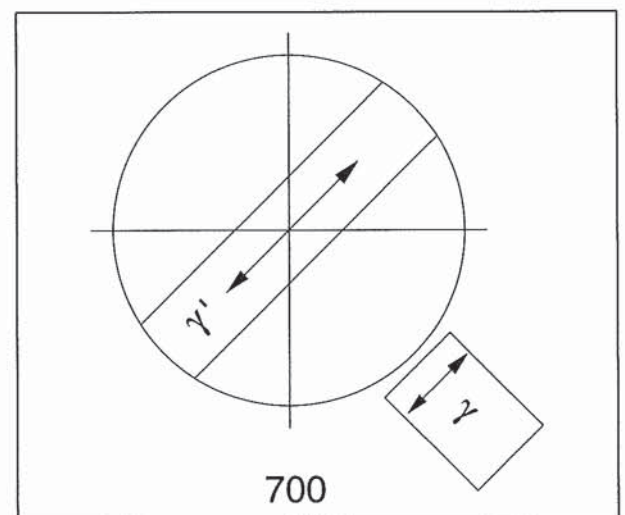

Bild 4-13 Gamma-Richtung
- Kristalle aussuchen, die in Gamma-Richtung orientiert vorliegen (Bild 4-13).